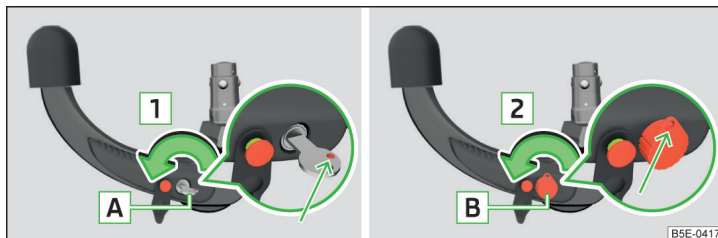

Fig. 271 1. Paso: Variante de llave 1 / variante de llave 2
- Gire la llave **A** en el sentido de la flecha **1** de manera que la marca roja muestra hacia arriba » fig. 271.
- Gire la llave **B** en el sentido de la flecha **2** de la manera, que la argolla de llave muestra hacia arriba » fig. 271.